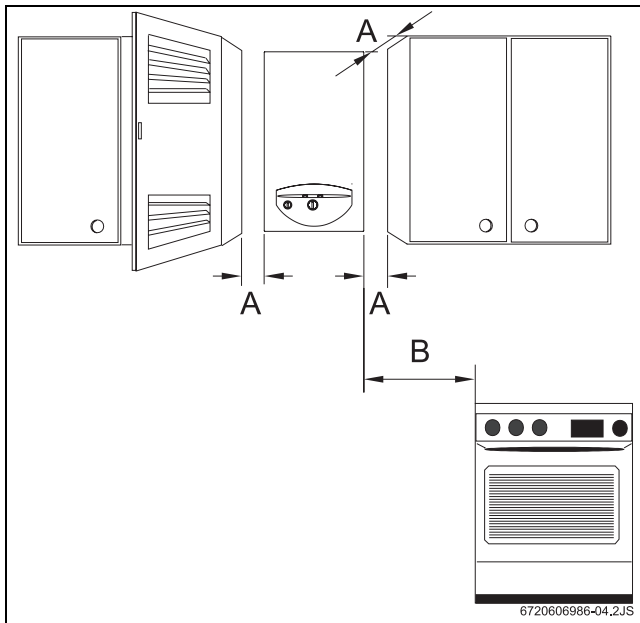

Рис. 11 Мінімальні відстані
- ▶ Місце має задовольняти мінімальним відступам, вказаним на Рис. 11.
- ▶ Забезпечити достатній доступ для ремонтних робіт, згідно до відстаней, вказаних на Рис. 11.